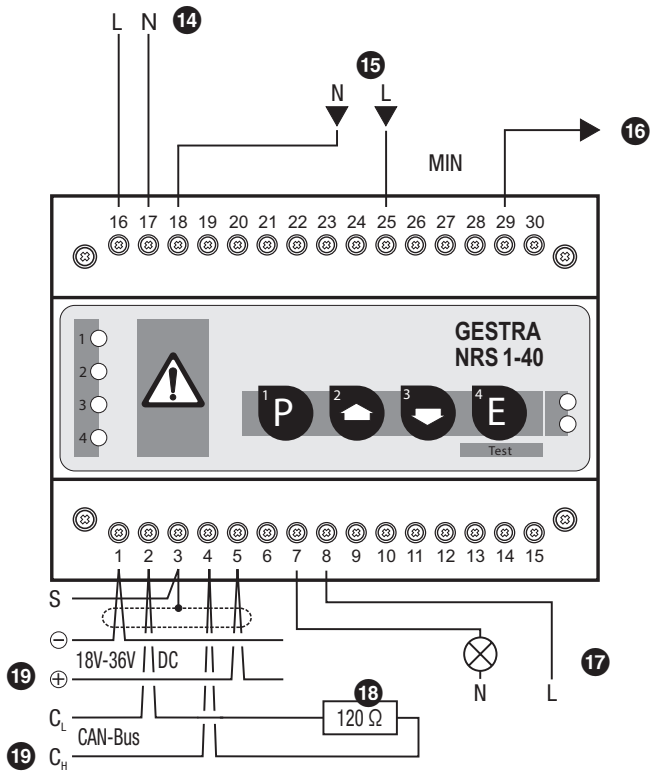

Fig. 8
- Bei einer Störungsabschaltung wird der Signalausgang (Klemme 7 und 8) taktweise geöffnet und geschlossen, um eine optische Unterscheidung zwischen „Wassermangel“ (Signalausgang dauernd geschlossen) und „Störungsabschaltung“ zu gewährleisten. Die Klemmen 7 und 8 müssen bei Bedarf extern mit einer Signalleuchte beschaltet werden! **Fig. 8**